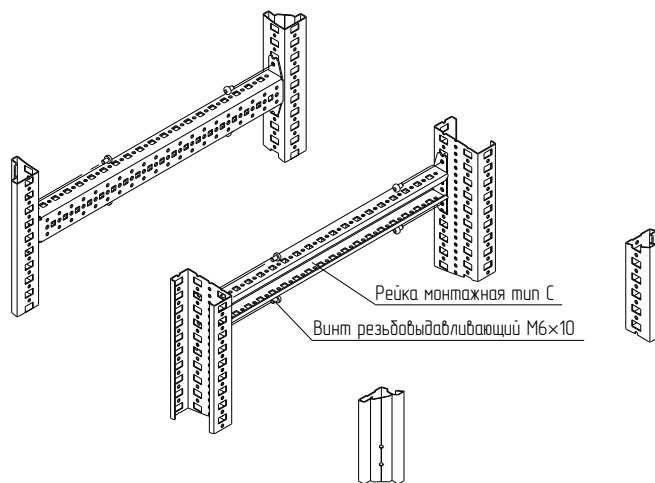

Рисунок 158
4.52.3 Установить рейку монтажную тип С на нужной высоте и закрепить винтами М6×10 (рисунок 158). Момент затяжки – 7 Н·м.